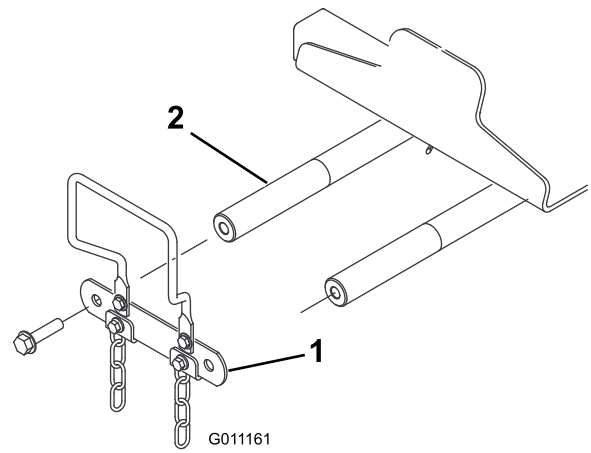

Figure 13
1. Retirez les 2 boulons qui fixent la bielle aux axes de pivot du bras de relevage, puis retirez la bielle et mettez-la de côté avec les boulons (Figure 13).